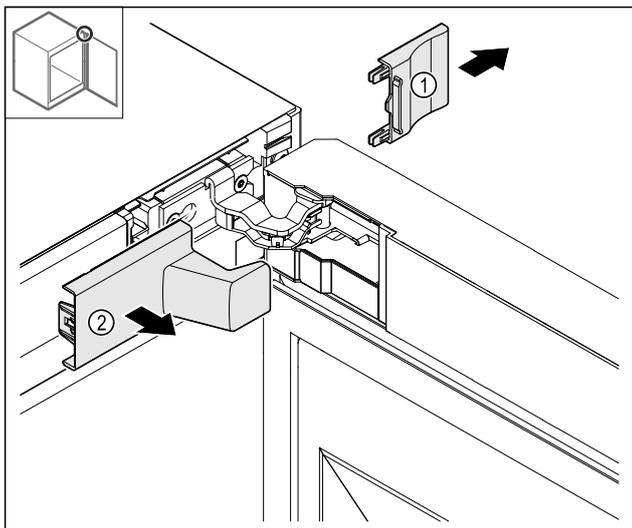

Fig. 14
- Demontirajte poklopac Fig. 14 (1), a zatim Fig. 14 (2).